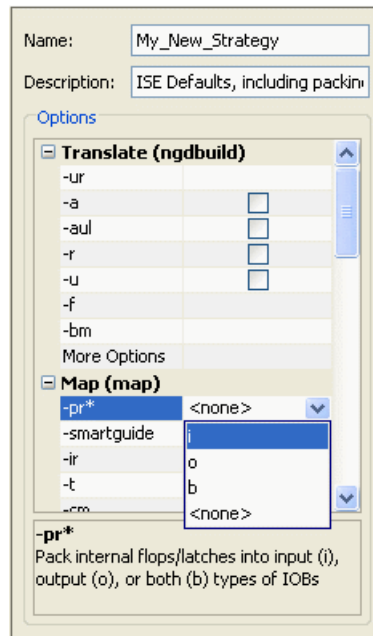

図 3-36 : コマンド オプションと説明
6. コマンド オプション エリア (右側) をクリックし、プルダウン メニューからオプションを選択します。89 ページの図 3-36のように、使用可能なコマンド オプションの値がプルダウン メニューに表示されます。